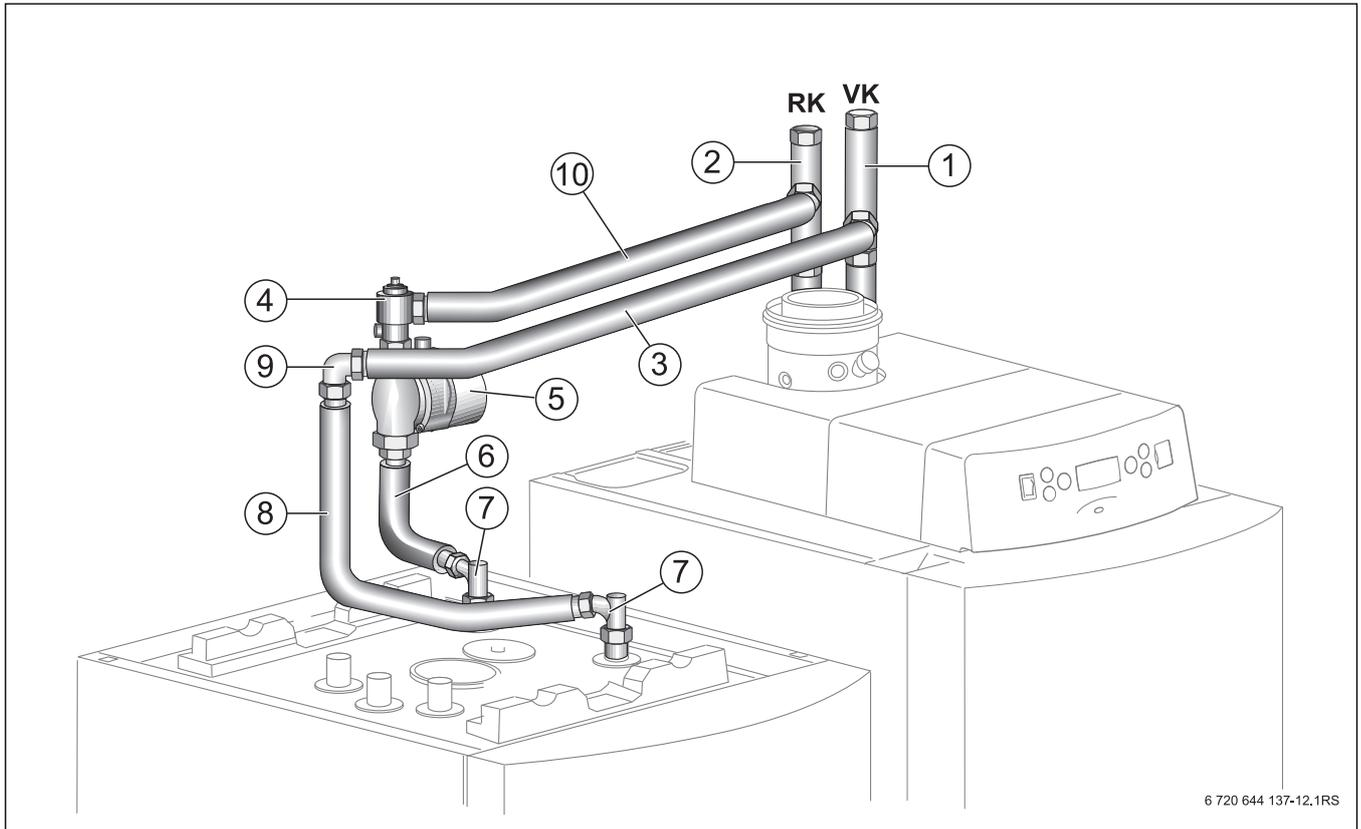

Bild 16 Montage heizkreisseitige Rohrgruppe zwischen Heizkessel und ST135-3E oder ST160-3E links nebenstehend
- ▶ Montage wie bei rechts nebenstehendem Warmwasserspeicher nur langes Speicherrohr [3] und kurzes Speicherrohr [10] werden getauscht. Ausrichtungen der Anschlüsse werden wie in Bild 16 dargestellt vorgenommen.
Tab. 6 Legende zu Bild 16